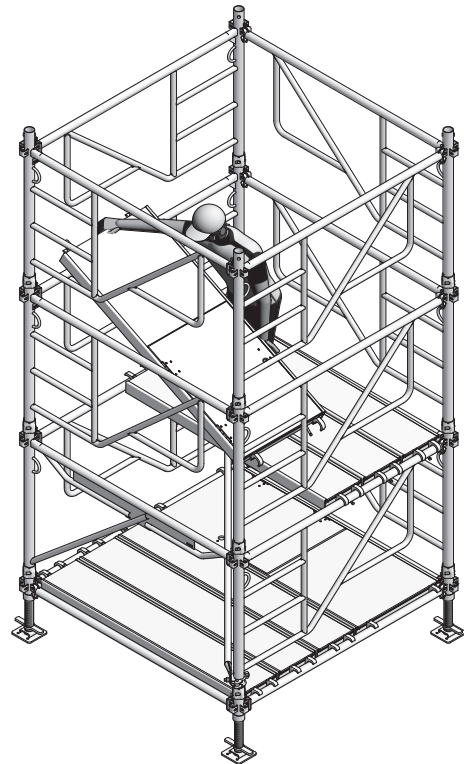

Abb. 12.2
15. Den Gerüstbelag mit Durchstieg aus Ebene 1 ausbauen und in Ebene 2 einhängen (Abb.12.2).
Der Gerüstbelag 170/68 mit Durchstieg ist immer so einzubauen, dass sich die Durchstiegsluke in Richtung Rahmen öffnet und somit ein Durchstieg über die Leiter im Rahmen 100 MT möglich ist (Seite MT-12 Abb. 12.2).